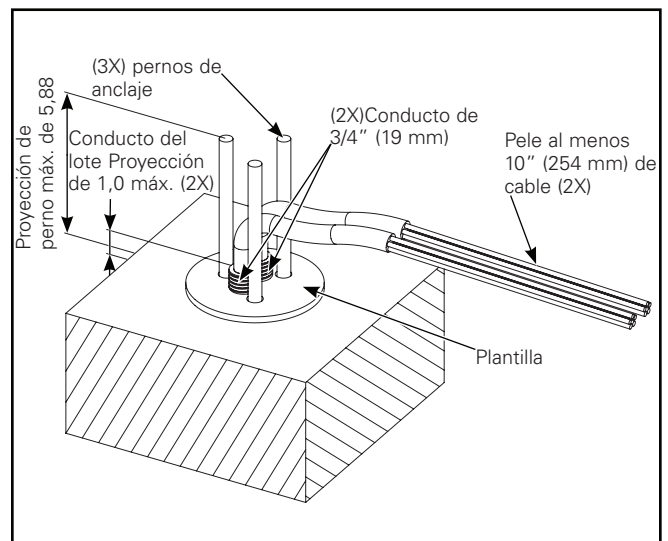
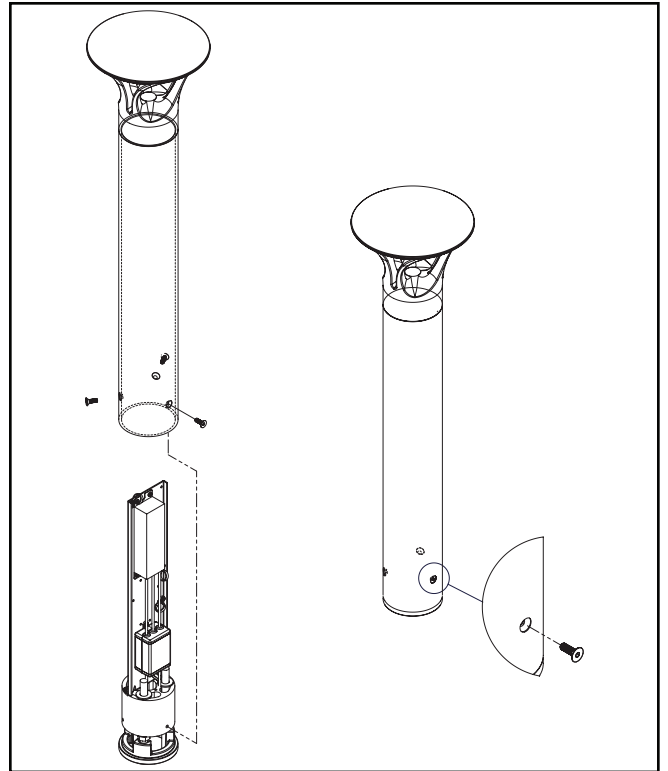

Figura 1.
Figura 4.
Cómo instalar (Figura 1. y Figura 4.)
1. Instale los anclajes de base y el conducto usando la plantilla incluida, como se indica. (Figura 1.)
13. Levante la luminaria y deslícela sobre la unidad del controlador de base y alinee los orificios inferiores con la extrusión de la base. (Figura 4.)